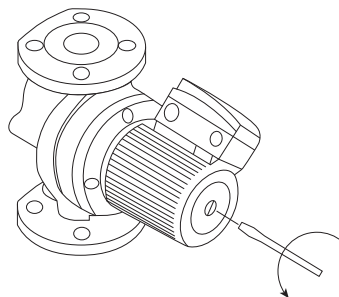

Рисунок 3.
- Для удаления воздуха из насоса выкрутите выпускной винт (рисунок 3);
ВНИМАНИЕ! При необходимости вывинчивания контрольного винта (рис. 3) нужно перед этой операцией удостовериться, что выходящая в результате жидкость не нанесет вреда людям или не станет причиной повреждения компонентов насоса.
- выкрутить выпускной винт (рис. 3);